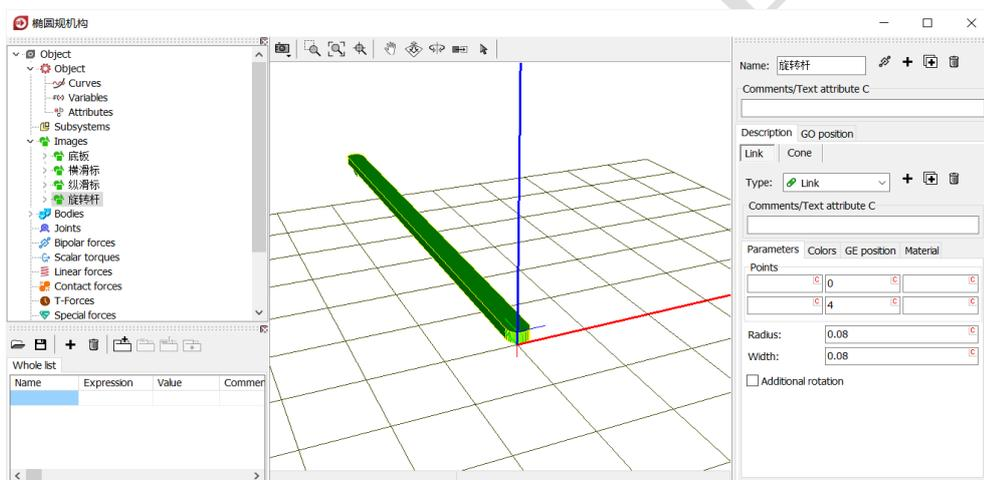

图 2-72
- 4) 选择主菜单 **Edit** → **Read from file**，依次读入“**D:\UM 培训教程\几何素材\椭圆规模型**”文件夹下的**底板.img**、**横滑标.img**、**纵滑标.img**和**旋转杆.img**四个几何图形，如图 2-72。